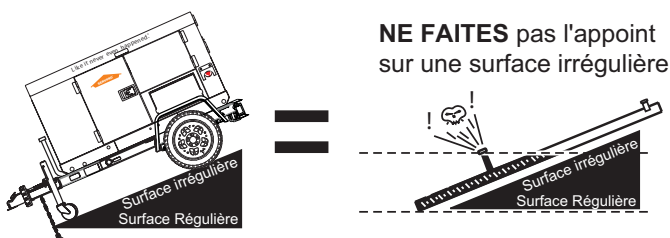

Figure 19. Faites l'appoint uniquement sur un sol plat
1. **Réservoirs à niveau** — Assurez-vous que les piles à combustible sont au même niveau que le sol. Ne pas le faire entraîne le déversement du carburant du réservoir avant d'atteindre sa pleine capacité (Figure 19).